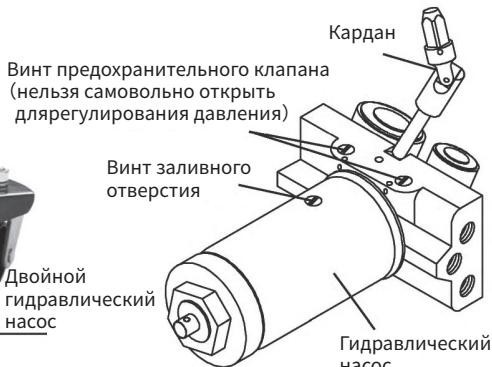

Рисунок 2
- 1) Отвинчивать винт отверстия для заливки масла, но не вынимать винт (см. рис.2) .
- 5) Затянуть винт заливного отверстия (см. рис.2) .
- 1) Извлекать винт заливного отверстия (см. рис.2) .